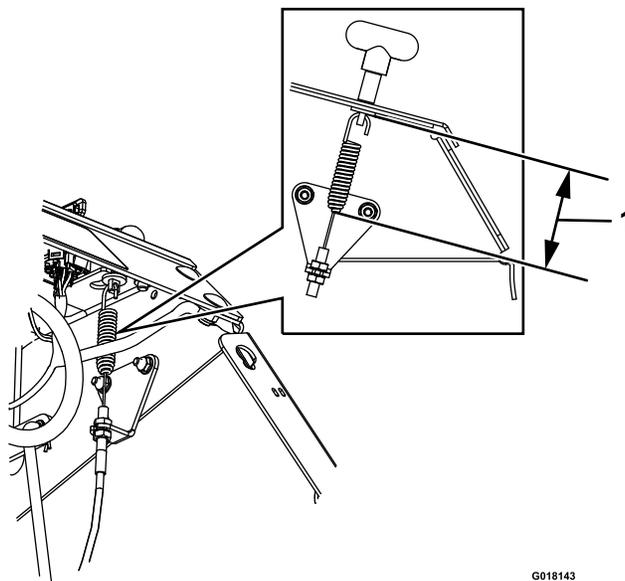

Figure 18
7. Vissez plus ou moins l'écrou afin d'obtenir un espace de 7,9 cm (3-1/8 po) entre le bas de la biellette et le bas du ressort. Voir Figure 18.